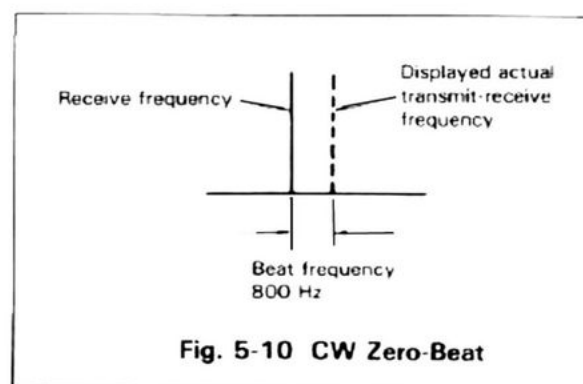

Fig. 5-10 Battimento zero in CW
- (1) Controllate che la lettura di "ALC", nei picchi di modulazione, sia contenuta entro la scala apposita; se necessario, ritoccate la regolazione del comando "MIC" per una lettura nei limiti suddetti.
- (2) Se notate che il circuito di "VOX" viene eccitato dal rumore dell'altoparlante regolate il comando "ANTI-VOX" fino ad ottenere un corretto funzionamento.
- (3) Non agite in modo eccessivo sul guadagno dei circuiti di "VOX" e "ANTI-VOX". Se il circuito di "VOX" interviene tra una parola e l'altra, oppure resta eccitato troppo a lungo, regolate la costante di tempo di rilascio, per mezzo del comando "DELAY".
8. COME OPERARE IN CW (Fig. 5-10)